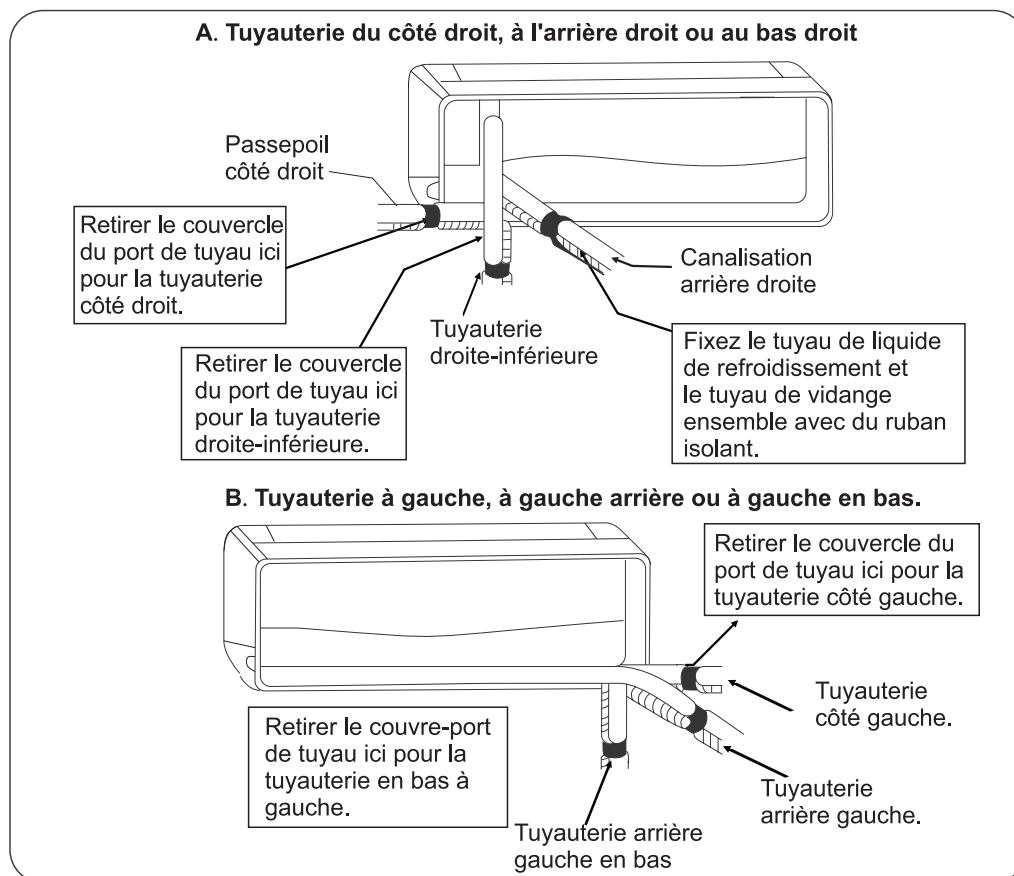

Fig 1
3. Enroulez le câble de l'unité intérieure, les tuyaux de réfrigérant et le tuyau de drainage ensemble avec du ruban isolant. (voir Fig. 1)